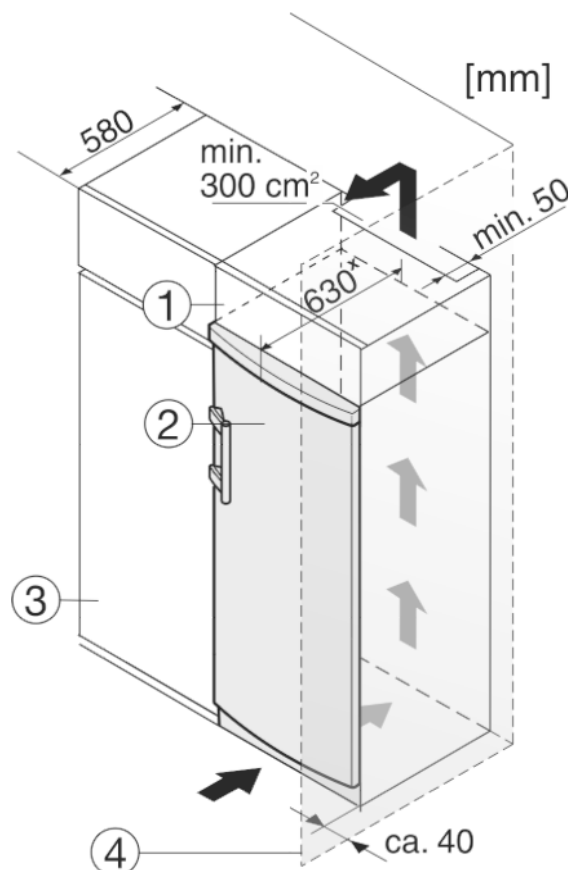

Fig. 9
- (1) Opbouwkast (3) Keukenkast
(2) Apparaat (4) Wand
Het apparaat kan in keukenkasten worden ingebouwd. Om het apparaat Fig. 9 (2) aan de hoogte van het keukenblok aan te passen, kan boven het apparaat een opzetkast Fig. 9 (1) worden aangebracht.
Bij een ombouw met keukenkasten (diepte max. 580 mm) kan het apparaat direct naast de keukenkast Fig. 9 (3) worden geplaatst. Het apparaat steekt aan de zijkant 34 mm* en in het midden 50 mm* uit ten opzichte van het keukenkastfront.
Plaatst u het apparaat met de scharnierkant naast een muur Fig. 9 (4), dan moet de afstand tussen apparaat en muur minstens 40 mm bedragen. Dit in verband met het uitsteken van de deurgreep bij een geopende deur.